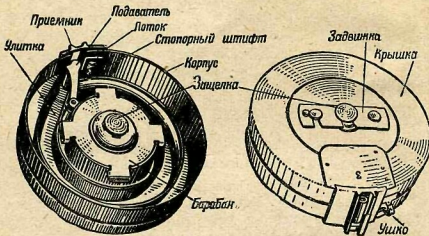

Рис. 22. Дискový магазин
11. Дискový магазин (рис. 22) служит для помещения в нём 71 патрона. Он состоит из кор-